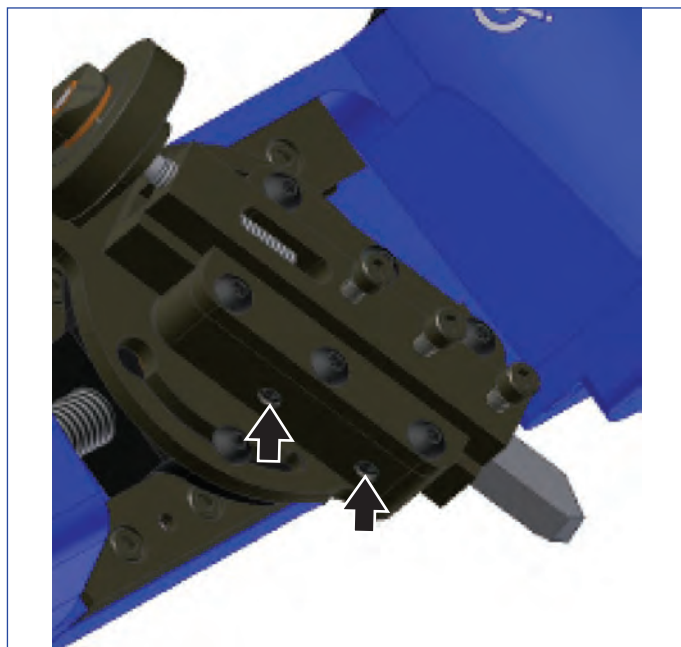

Figura 8
6. Rimuovere qualsiasi residuo nel blocco porta utensili quando si fa la regolazione delle (**vedere la Figura 8**). Stringere od allentare le viti di regolazione fino la vite di regolazione della profondità di taglio ruota liberamente e non é dura da girare.
Regolare le viti in bronzo di regolazione della placchetta (**vedere la Figura 8**).